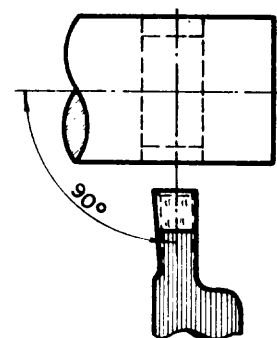

Fig. 3
- 3 El eje de la herramienta (fig. 3) debe quedar perpendicularmente al eje del torno.